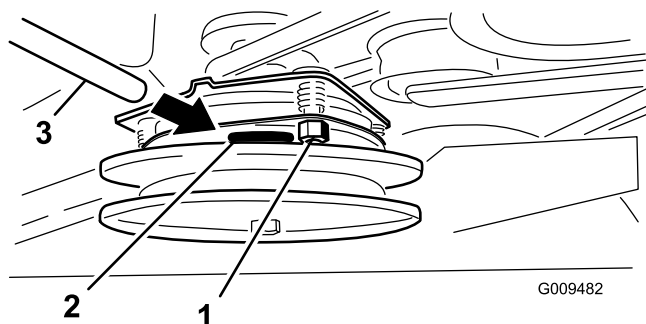

Figura 61
2. Se è necessario eseguire una regolazione, utilizzate uno spessimetro da 0,381 mm per impostare ognuna delle tre fessure di regolazione. Stringete i dadi di bloccaggio fino a fissare leggermente lo spessimetro facendo però in modo di poterlo muovere facilmente all'interno del traferro (Figura 61).